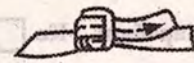

Рис. 3
2. На одетой привязи (системе) отрегулируйте длину лент таким образом, чтобы ремни и лямки плотно прилегали к телу, сначала пояс, потом набедренные и наплечные лямки. Проверьте правильно ли застегнуты пряжки (см. рис. 3 сначала прямой, затем обратный ход, ленту заправить под тренчик, чтобы остаток свободного конца не превышал 5 см).